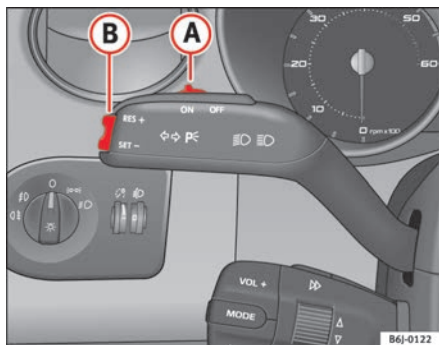

Abb. 102 Blinker- und Fernlichthebel: Schalter und Wippe für die Geschwindigkeitsregelanlage
- Schieben Sie den Schalter ⇒ Abb. 102 **A** nach links auf **ON**.